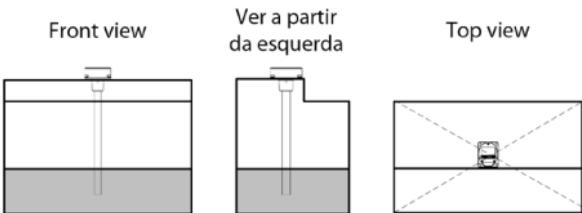

Figura 1. Omnicomm LLS 6 AI Selecção do local de instalação do sensor
- O local de instalação deve ser o mais próximo possível do centro geométrico e colocado no nível mais profundo do tanque (Figura 1)